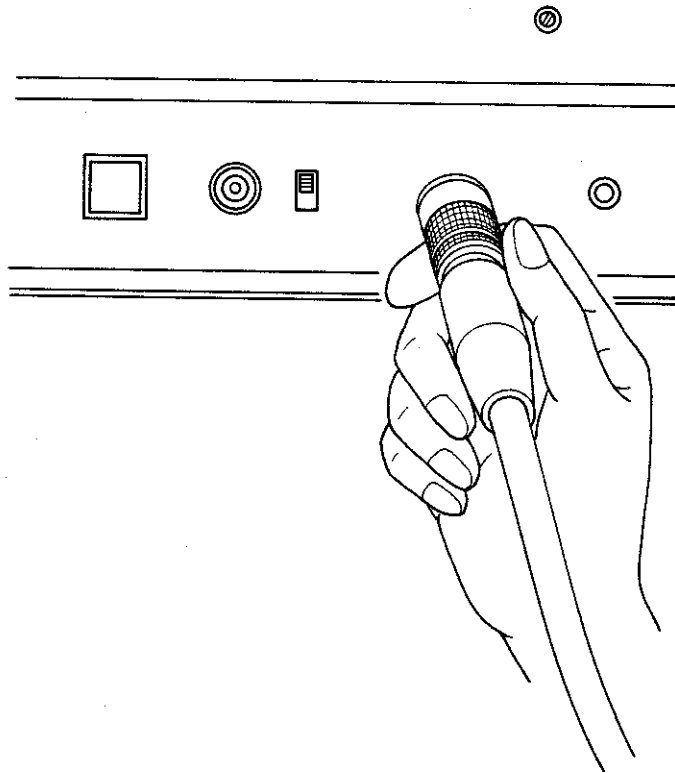

図2-2 TR4133/A/Bから本器を取外す
(3) 本器を本体から外す場合は、[図2-2]のように、プラグの接続スリーブを持ちまっすぐ引き抜いて下さい。ケーブル部を持って引かないで下さい。